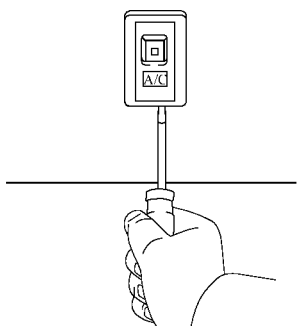

图 17-94 用螺钉旋具拆下控制开关
(3) 拆下控制开关。使用螺钉旋具撬出开关，并脱开接插件，如图 17-94 所示。